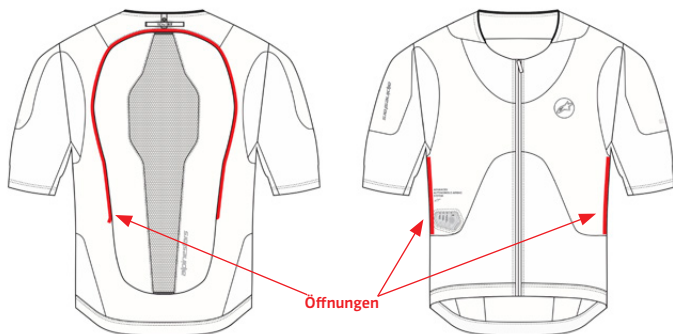

Abbildung 24: Basisschicht (1) Öffnungen
2. **Lösen Sie den Rückenprotektor (4)** - Lösen Sie den Klettverschluss am oberen Teil des Rückenprotektors (4) und trennen Sie den Rückenprotektor (4) von der Basisschicht (1).
3. **Lösen Sie den Airbag (11)** - Lösen Sie durch die hintere Öffnung alle 12 Verbindungsschlaufen, die den Airbag (11) mit der Basisschicht (1) im hinteren Teil des Systems und im Bereich der Ärmel verbinden. Verwenden Sie für den Zugang zu den Verbindungsschlaufen im vorderen Teil des Systems die beiden Öffnungen an den Seiten der Innenseite des Kleidungsstücks. Die Öffnungen befinden sich an den Seiten des Systems direkt unter dem Achselbereich, wie in Abbildung 24 dargestellt. Entfernen Sie den Airbag (11) vollständig von der Basisschicht (1).